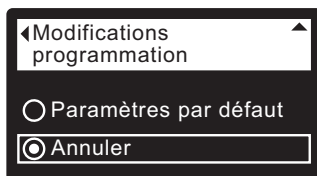

FIG. 34
1. À partir d'un écran d'état dynamique, appuyez sur le sélecteur (O) pour afficher le **Menu principal**.
3. Appuyez sur le sélecteur (O) pour afficher le menu des fonctions avancées.
5. Appuyez sur le sélecteur (O) pour afficher le menu de dépannage.
7. Appuyez sur le sélecteur (O) pour afficher le menu de modifications de la programmation (cf. Figure 34).
8. Appuyez sur le bouton de DROITE (►) : le cadenas clignotant disparaît (cf. Figure 34).
9. Appuyez sur le sélecteur (O).